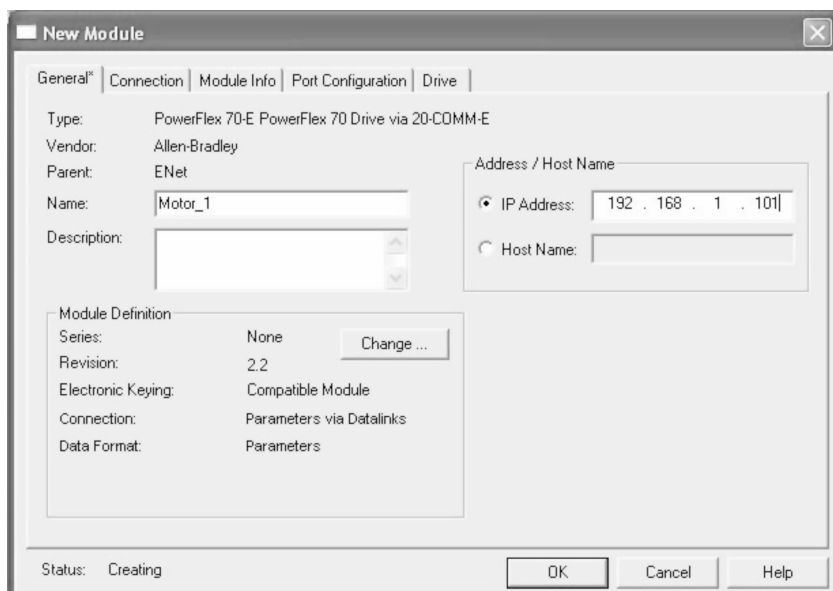

图 24-3 输入模块名称和 IP 地址
- 3) 输入不同的模块名称和 IP 地址,如图 24-3 所示。